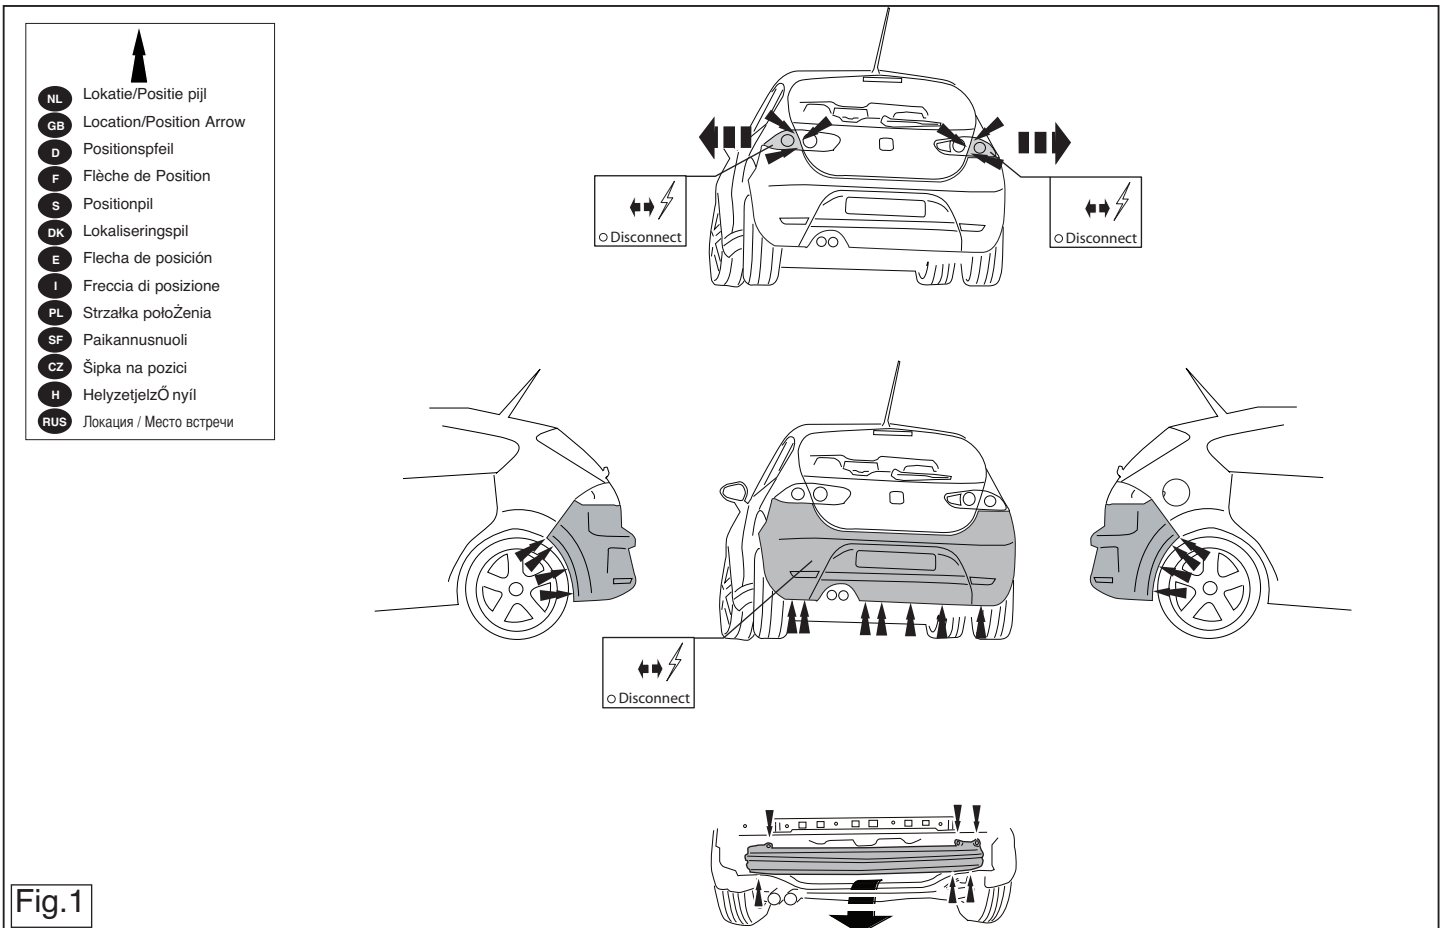

Fig.1
2. Remove bumper (Torx head screws around each wheel arch, along lower edge of rear panel, beneath each light cluster (light cluster must be removed), and the steel buffer beam from the vehicle. The buffer beam will no longer be needed. Replace the bolts. See figure 1.
2. Снять бампер вместе со стальными буферными брусом автомобиля буферными брус больше не понадобятся. Поставить болты на место. См. рисунок 1.
2. Die Stoßstange einschließlich des stählernen Stoßbalkens vom Fahrzeug abmontieren. Der Stoßbalken wird nicht mehr benötigt. Die Schrauben wieder anbringen. Siehe Abbildung 1.
2. Déposer le pare-chocs du véhicule y compris la traverse en acier ; la traverse ne sera plus utilisée. Remettre les boulons de fixations en place. Voir la figure 1.